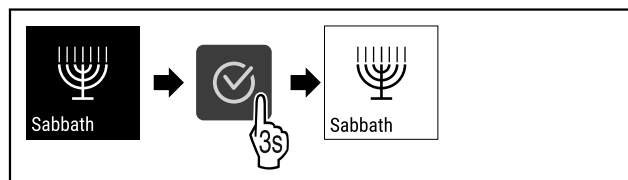

Fig. 34
- ▶ Wykonać czynności (patrz Fig. 34).